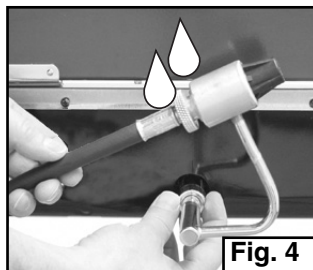

Fig. 4
- À l'eau savonneuse, vérifiez les raccordements tuyau-détendeur et tuyau-bonbonne pour détecter les fuites. Des bulles signalent une fuite. Assurez-vous que la connexion ne soit pas faussée et qu'elle soit serrée à fond. Faites une nouvelle vérification à l'eau savonneuse. Si la fuite persiste, détachez la bonbonne et entrez en rapport avec Coleman en vue de la réparation ou du dépannage. (Fig. 4 et 5)